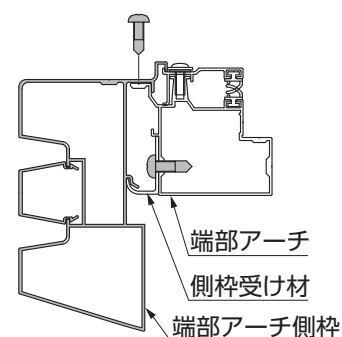

図10-18
- 端部アーチ側枠を側枠受け材に引っ掛かるようにして取付けてください。(図10-18参照)